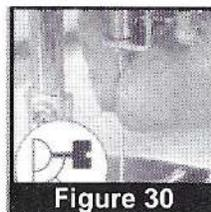

Figure 30
3. Inserte una nueva aguja en la abrazadera con el lado plano hacia el derecho. Cuando la aguja sea firmemente en lugar, apriete el tornillo de abrazadera de aguja. (Figure 30)